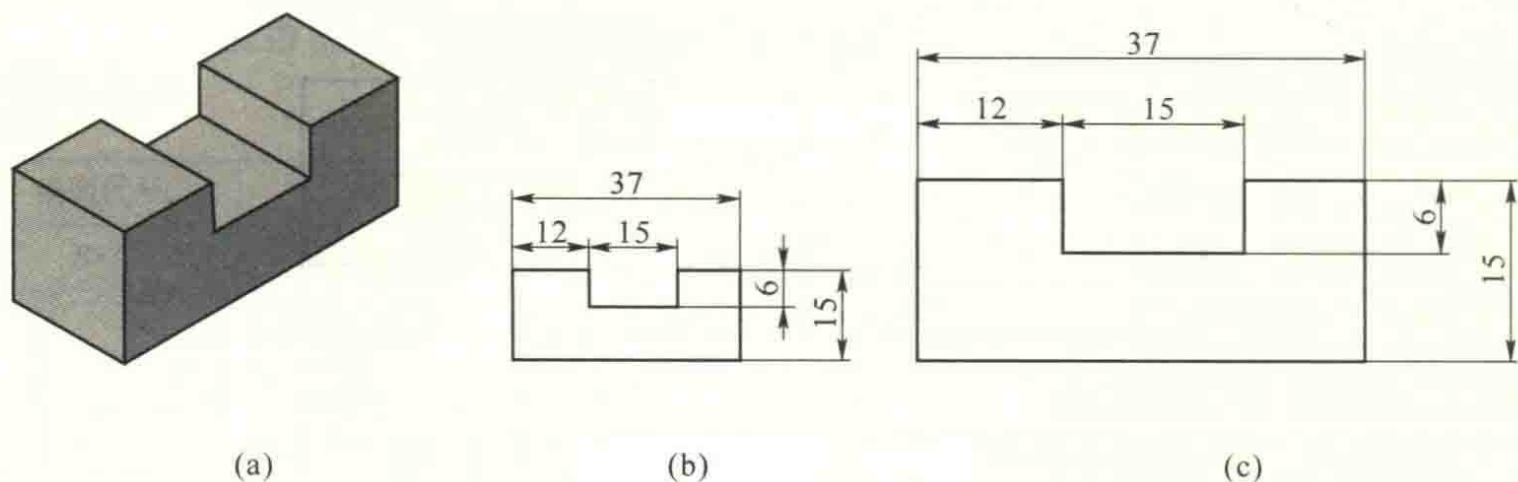

图 1-10 不同比例绘制的图形按实际尺寸进行标注
- (1) 在表达清晰、合理利用图纸幅面的前提下，应尽可能选用原值比例，以便从图样上得到实物大小的真实感。
- (2) 图样无论采用何种比例绘制，标注尺寸时均应标注物体的实际尺寸，与所采用的绘图比例无关。如图 1-10 所示。